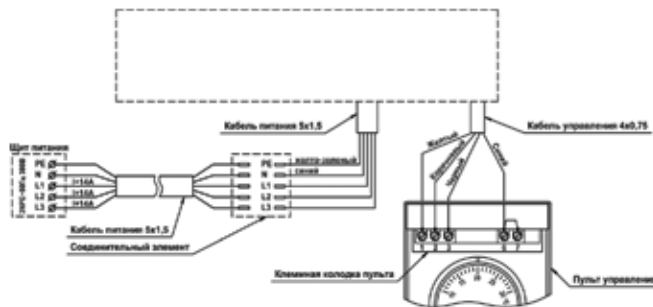

Рис. 6
- подключить к клеммной колодке пульта кабель управления, выведенный из завесы, в соответствии со схемой, указанной на рис. 6 и на корпусе завесы.
3. Подключение к стационарной электросети производится в соответствии со схемой, указанной на рис. 6 и на корпусе завесы.